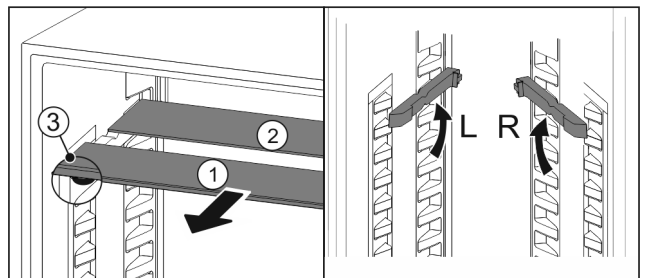

Fig. 50
- ▶ Tërhiqni një nga një pllakat e xhamit nga përpara Fig. 50 (1).
- ▷ Pllaka e xhamit Fig. 50 (1) me kornizën ndodhet përpara.
- ▷ Ndaluesit Fig. 50 (3) janë të drejtuar për poshtë.